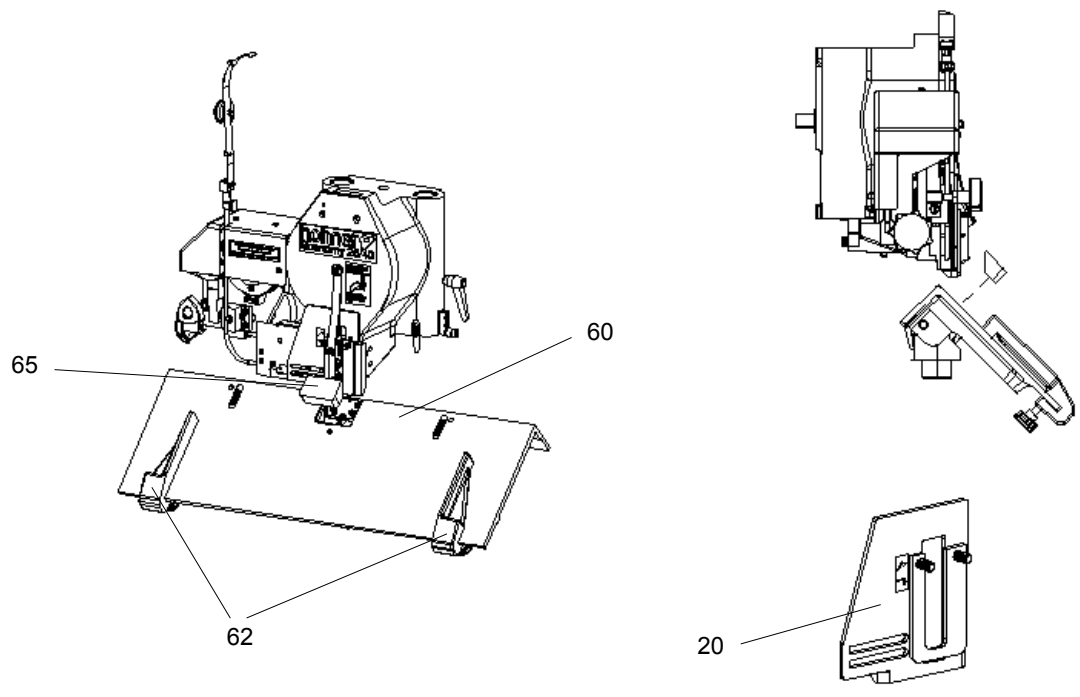

Fig. 4.11
- Fig. 4.11 -
- Montare la protezione per le dita in posizione "**cucitura a sella**" facendo riferimento alle marcate (vedi - Fig. 4.11 -).